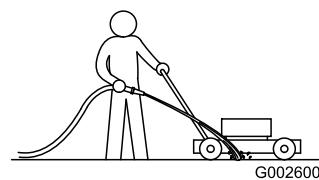

Figura 34
1. Com o motor a funcionar numa superfície pavimentada lisa, deixe correr água em frente da roda traseira **direita** (Figura 34).